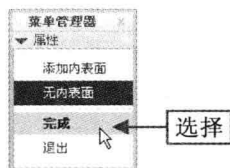

图 8-54 选择“完成”选项
Step 06 单击“关闭”面板中的“确定”按钮✓，完成截面绘制并退出草绘环境，弹出“属性”菜单管理器，选择“完成”选项，如图 8-54 所示。